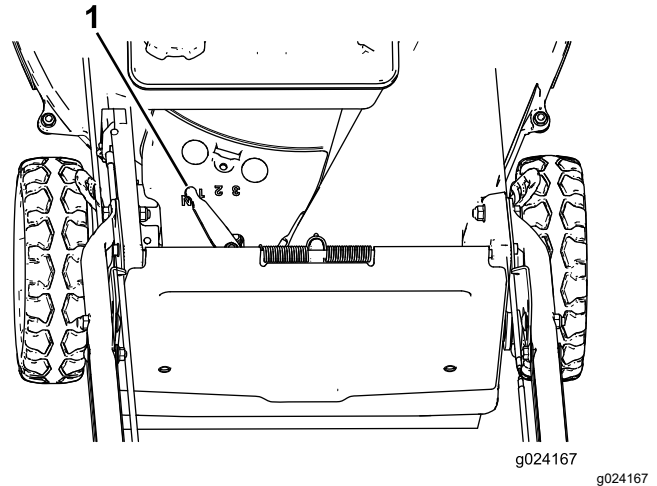

Bild 16
verfügt sie über eine Neutralposition (N). Der Selbstantriebshebel befindet sich unter und hinter dem Kraftstofftank (Bild 16).